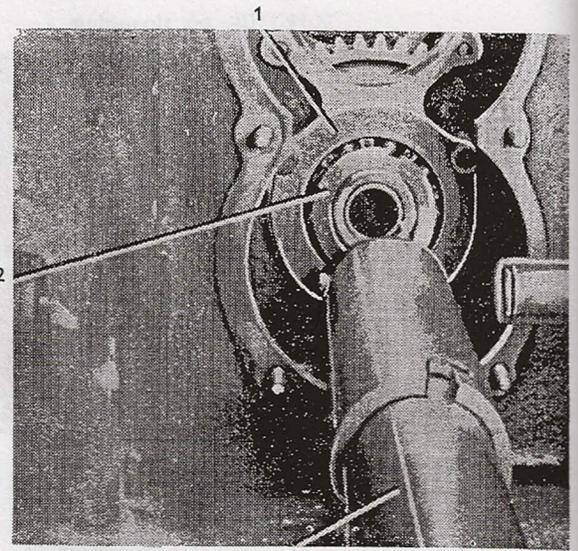

Fig. 127
1. Dévisser les trois vis M 8×15 et déposer le couvercle inférieur (fig. 127/1).
2. Défreiner l'écrou KM 9, KM 11 (fig. 127/2), dans le cas du tracteur Zetor 4511 et le dévisser avec une clef spéciale (fig. 127/3).